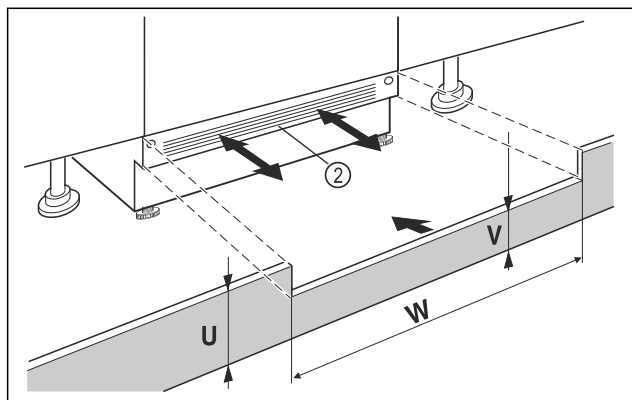

Fig. 88 Représentation à titre d'exemple
- ▶ Mettre le panneau de socle de l'appareil Fig. 88 (2) en place sans le fixer.
- ▶ Si le panneau de socle est visible Fig. 88 (2), le tirer vers l'avant de sorte à aligner l'avant de la grille d'aération et du panneau de socle du meuble.
- ▶ Si le panneau de socle est dissimulé Fig. 88 (2), le pousser entièrement vers l'arrière.
- ▶ Veiller à ce que les fentes d'aération soient complètement dégagées : si nécessaire, couper le panneau de socle du meuble Fig. 88 (U) en hauteur !
- ▷ Ajuster la hauteur de la traverse Fig. 88 (V) sous le panneau de socle de l'appareil Fig. 88 (2) sur la largeur de la niche Fig. 88 (W).